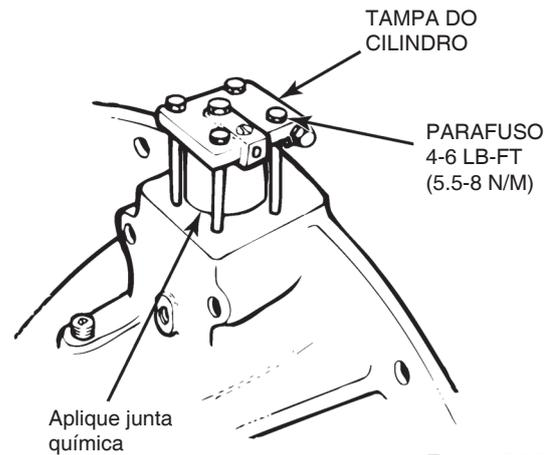

Figura 6.30
11. Instale a junta de cobre, se usada, no alojamento dentro da tampa do cilindro de ar. Coloque a tampa na sua posição sobre o cilindro de forma que a entrada de ar esteja voltada para cima quando o conjunto do diferencial for instalado na carcaça do eixo. Instale a tampa com os quatro parafusos e arruelas de fixação. Aperte os parafusos com 5.5-8.5 N.m (4-6 lb-ft) . Figura 6.30.